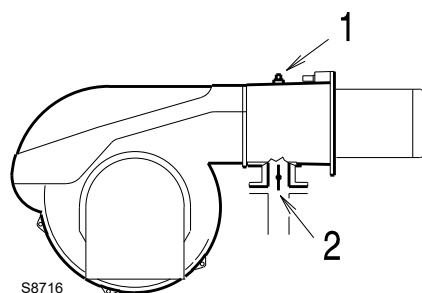

Fig. 25
Pressione del gas misurata alla presa 1)(Fig. 25), con:
Perdita di carico farfalla gas 2)(Fig. 25) con apertura massima: 90°.
- sottrarre dalla pressione del gas alla presa 1)(Fig. 25) la pressione in camera di combustione.
Pressione del gas alla presa 1)(Fig. 25) = 23,3 mbar
Per conoscere invece la pressione del gas necessaria alla presa 1)(Fig. 25), fissata la potenza massima di modulazione alla quale si desidera funzioni il bruciatore:
- Leggere sulla destra, colonna 1, la pressione alla presa 1)(Fig. 25).
pressione necessaria alla presa 1)(Fig. 25).